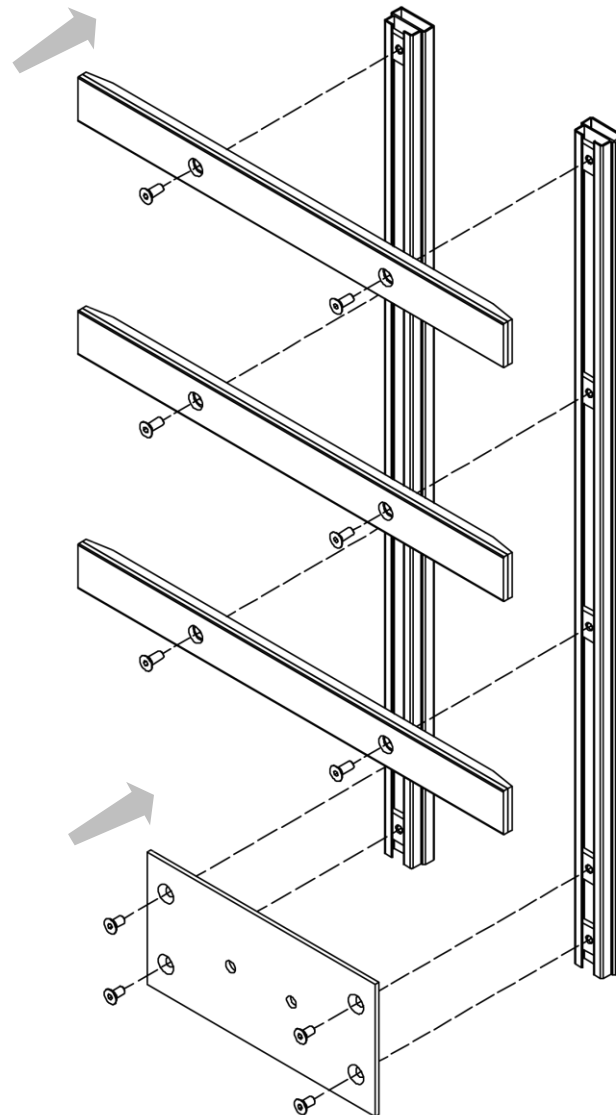

Figure 41
4. Se référer à la *Figure 41*.